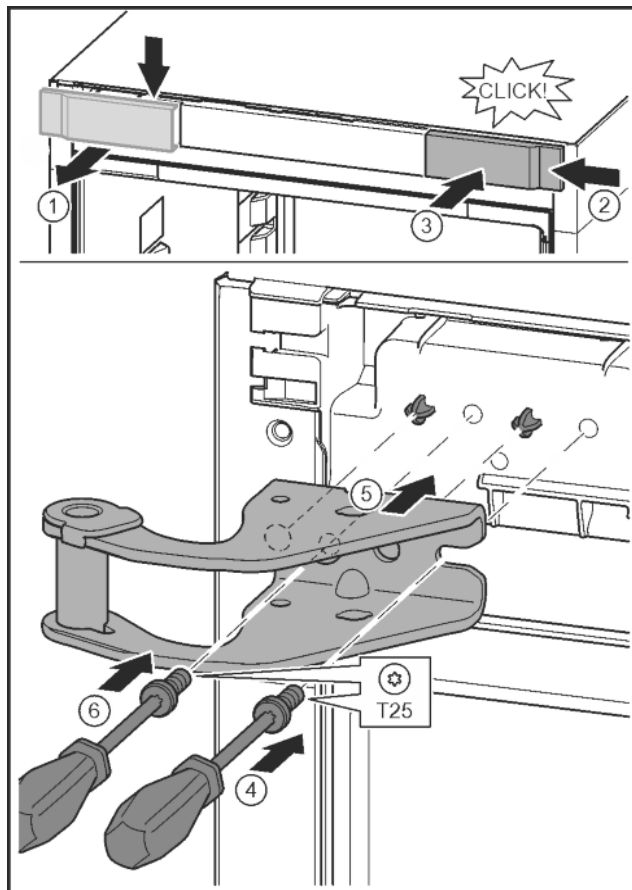

Fig. 13
- ▶ Kryt uvolněte a sejměte do strany. Fig. 13 (1)
- ▶ Kryt otočený o 180° zavěste na druhé straně zprava. Fig. 13 (2)
- ▶ Zaklapněte kryt. Fig. 13 (3)
- ▶ Šroubovákem T25 nasadíte šrouby. Fig. 13 (4)
- ▶ Nasadíte horní stojan ložiska. Fig. 13 (5)
- ▶ Utáhněte šroub. Fig. 13 (4)
- ▶ Šroubovákem T25 vložte šroub a utáhněte. Fig. 13 (6)